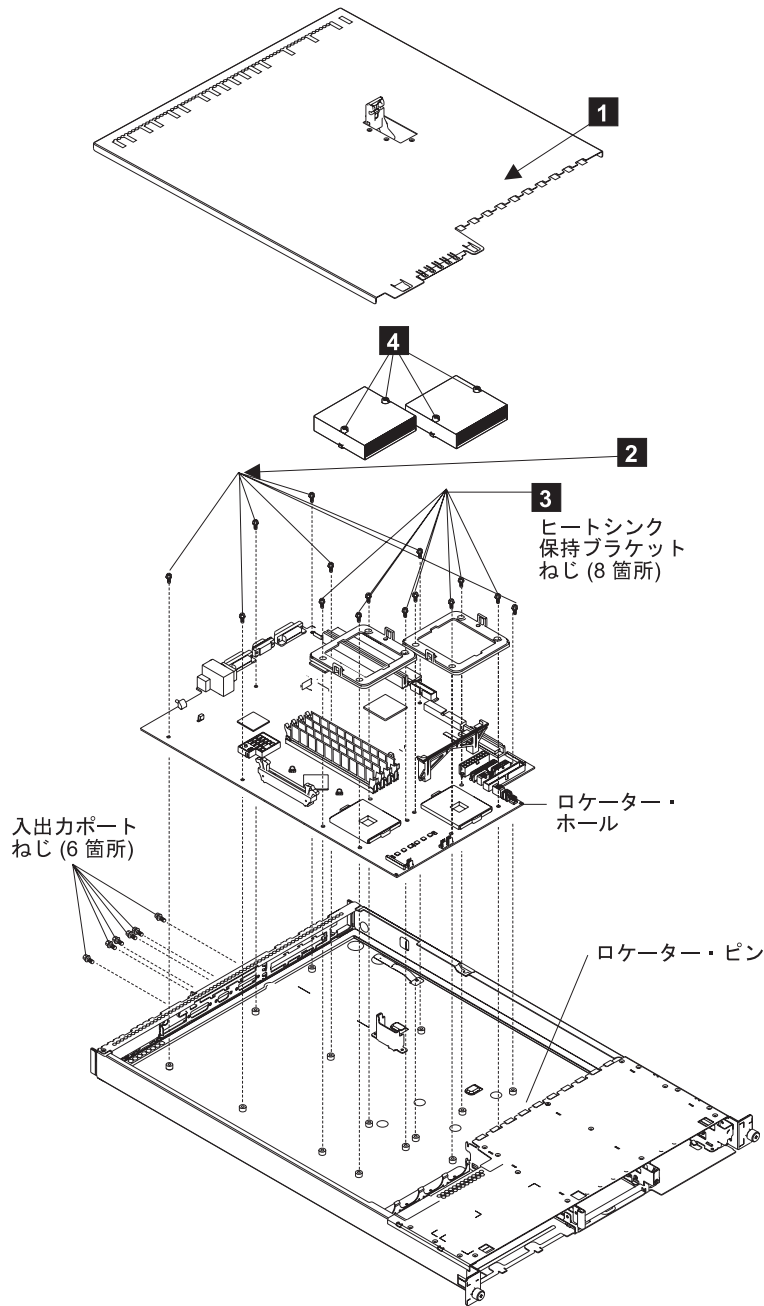

図 253. SAN ボリューム・コントローラ 2145-4F2 システム・ボード
3. SAN ボリューム・コントローラー (676 ページの図 253 の **1**) から上部カバーを取り外します。
8. ヒートシンクの拘束ねじ (676 ページの図 253 の **4**) を外します。
10. それぞれのヒートシンク保持ブラケット (676 ページの図 253 の **3**) からねじを取り外します。
13. 7 本のねじ (676 ページの図 253 の **2**) を取り外します。